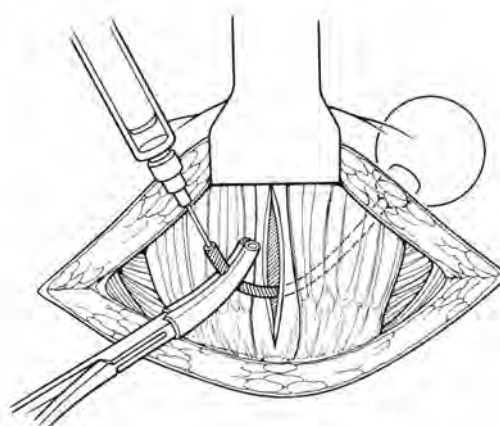

Figure 4-9. Remplir le ballon de régulation de pression et clamper la tubulure
16. Clamper la tubulure (un cran seulement) à 3 cm environ de l'extrémité à l'aide d'une pince hémostatique protégée par de la tubulure. (**Figure 4-9**)